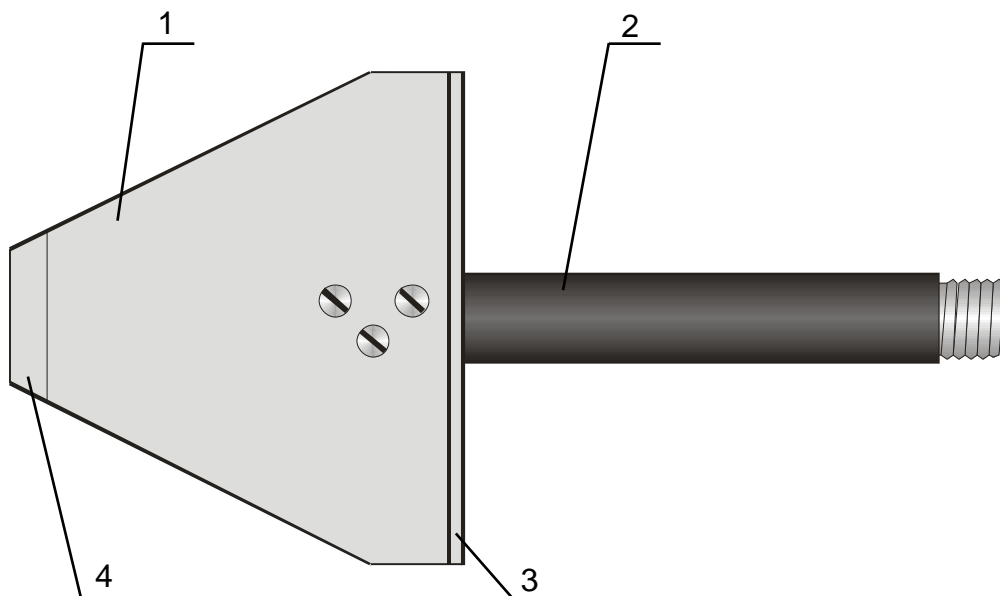

Рис. 6 Скребок
1.6.2 Конструкция скребка показана на рис. 6.